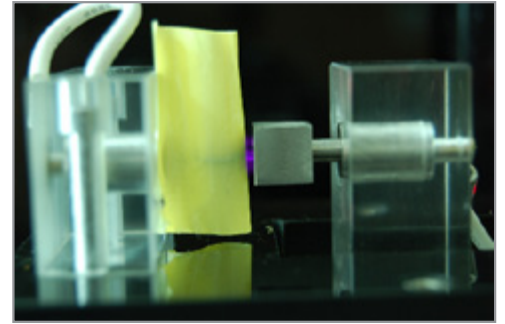

图1；电晕放电示意图
**电晕放电(Corona Discharge)：**当二电极间承受较高电压时，电场强度相对较大，当此作用大于气体之电离位能(Ionization Potential)，于材料表面气体发生暂态离子化的现象，此时会有可见光出现以及温升现象。长期的电晕放电与温升可能会造成材料的质变(Qualitative Change)，进而导致绝缘劣化 (Insulation Deterioration)，使得绝缘耐受程度下降，最终发生绝缘失效。图1为电晕放电示意图。由于电晕放电会产生高频的暂态放电，是可以用电晕量测的方式侦测。